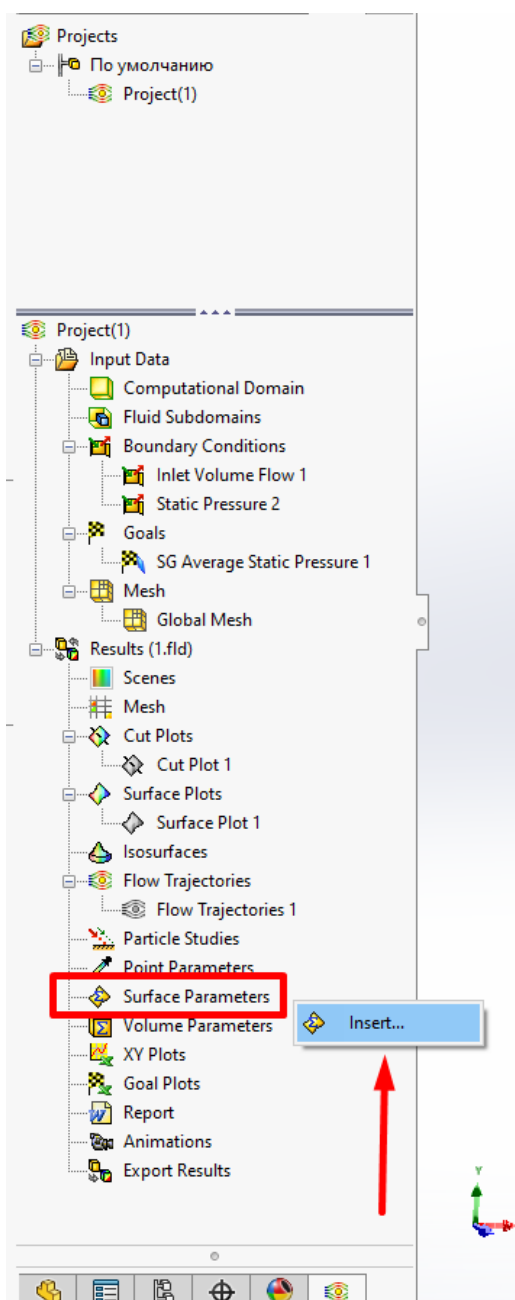

Рисунок 10.43 – Вставка параметрів поверхні
1. Натисніть ПКМ на значку **Surface Parameters** та виберіть **Insert** (рис. 10.43).